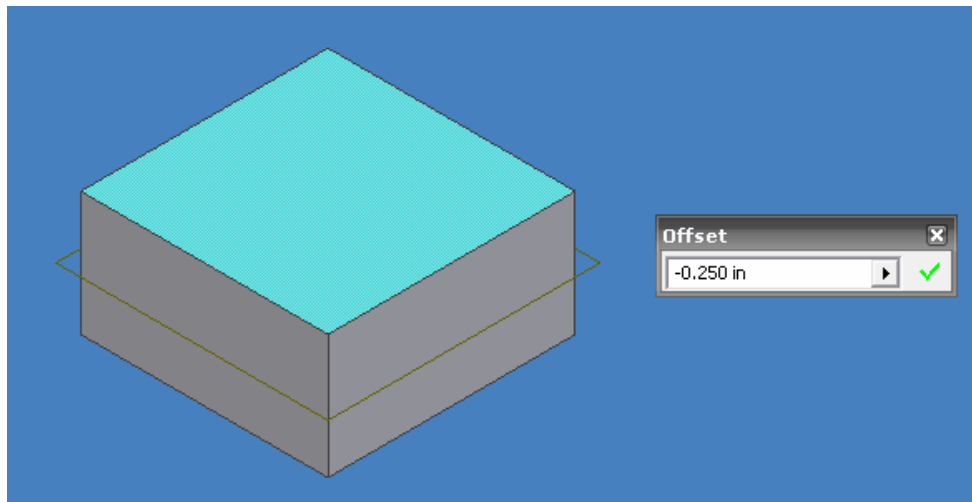

Figura 3.63 Creación del plano y reposicionamiento.
- Seleccione la cara superior de su solido, a continuación aparecerá el plano, tome una sección del plano y arrástrelo hacia el centro de la pieza, utilice el OFFSET para enviarlo justo en medio del solido, figura 3.63.